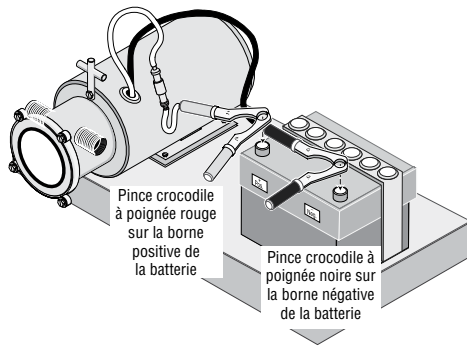

Figure 1 – Branchements des câbles.
AVIS Cette pompe est équipée d'un moteur de 12 volts réversible fonctionnant sur le courant continu et du type à aimant permanent. S'assurer qu'elle est correctement branchée comme il est illustré en ce qui concerne le sens du débit, lequel est indiqué par les flèches frappées sur le corps de la pompe (se reporter à la Figure 1).
- Brancher les fils du moteur comme il est indiqué dans le Tableau 1 et comme il est illustré à la Figure 1. La pompe va commencer immédiatement une fois connecté au pouvoir.